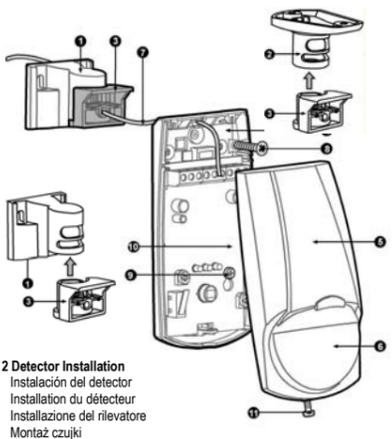

Fig. 2 Detector Installation
- Retirar la cobertura de enfrente por medio de destornillar los tornillos que sostienen el dispositivo (Fig. 2-11) y con cuidado levante la cobertura de enfrente (Fig. 2 - 5).
- Retire el tablero PC por medio de destornillar los tornillos que lo sostienen situados en el tablero (Fig. 2 - 9)